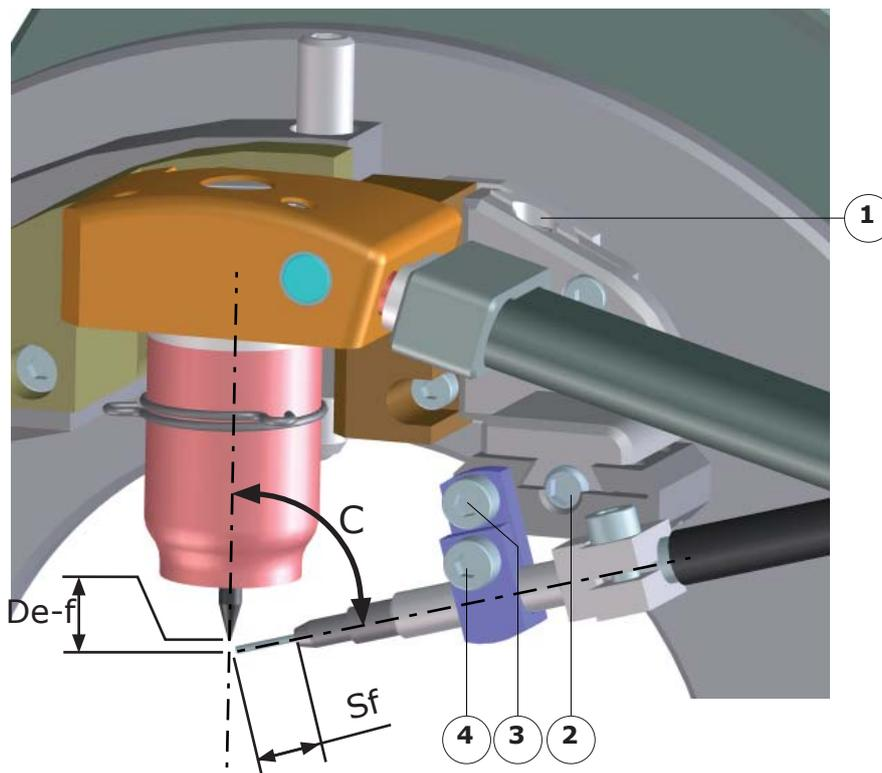

Abb. 5.10 - Einstellungen Draht/Elektrode
- Ein senkrechter Schlitten dient zur Höhenkontrolle ($De-f$); Einstellung mit der Schraube (Abb. 5.10 - Pos. 1).
- Ein Querschlitten dient zur Justierung des Drahts auf derselben Ebene wie die Elektrode (bzw. Schweißebene); Einstellung mit der Schraube (Abb. 5.10 - Pos. 2).
- Über eine Schraube wird der Neigungswinkel der Drahtzufuhr eingestellt (C) (Abb. 5.10 - Pos. 3).
- Über eine Schraube wird die freie Drahtlänge am Düsenaustritt eingestellt (S_f) (Abb. 5.10 - Pos. 4).